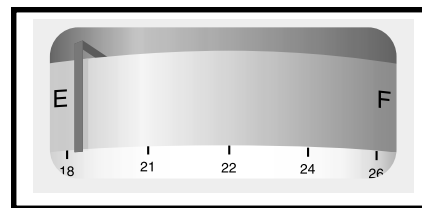

Figura 9. Indicatore dello stato delle batterie
- L'interruttore principale di circuito è situato accanto all'amperometro. Si veda Figura 9.
L'indicatore di carica delle batterie sulla console manubrio utilizza un codice cromatico per indicare la carica approssimativa delle batterie. Da destra a sinistra dell'indicatore, il verde indica che le batterie sono completamente cariche, il giallo che si stanno scaricando e il rosso l'immediata necessità di ricarica. Vedere figura 9. Per garantire la massima precisione, l'indicatore di stato delle batterie deve essere controllato durante l'uso del miniscooter a massima velocità, su una superficie uniforme e asciutta.